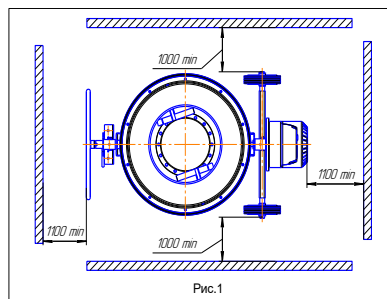

Рис.1
5.3. При установке бетоносмесителя на строительной площадке необходимо выдерживать минимальные расстояния рабочей площадки, обеспечивающие безопасную и производительную работу (рис.1). Категорически запрещается загромождать рабочую площадку.